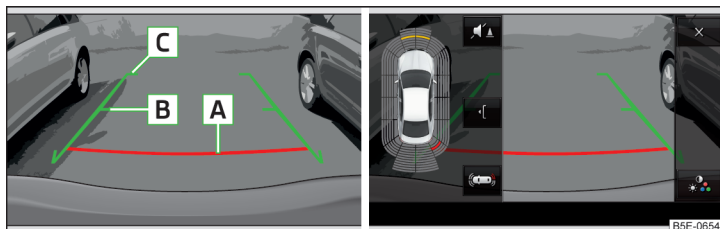

Fig. 249 Pantalla del Infotainment: Líneas de orientación / Superficies de función
**Distancia de las líneas de orientación detrás del vehículo » fig. 249**
**Superficies de función » fig. 249**